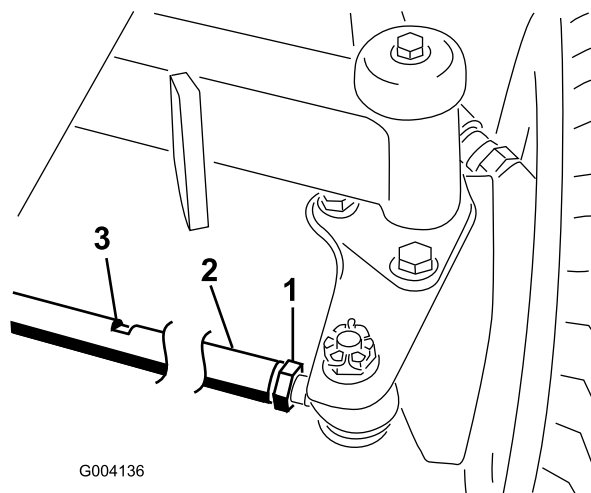

Рисунок 71
2. Ослабьте контргайку с каждой стороны тяги (Рисунок 71).